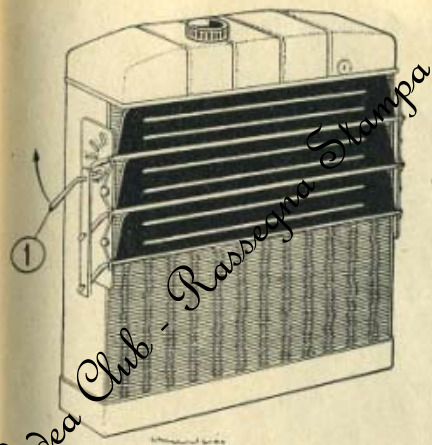

Fig. 21. - Persiana del radiatore.
La persiana applicata davanti al radiatore (vedi fig. 21), ha lo scopo di proteggerlo da correnti d'aria troppo fredde. E' comandata a mano, mediante un'apposita leva (1), situata a destra del radiatore, e può assumere quattro posizioni: